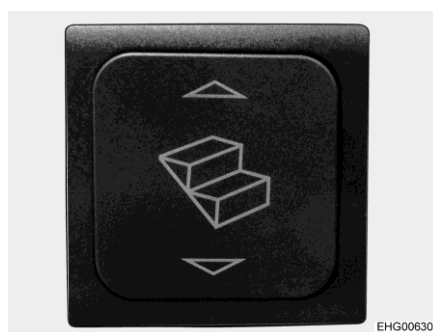

Fig. 1 Commutateur de commande du marchepied
- Appuyer sur le commutateur à bascule (Fig. 1) vers le bas jusqu'à ce que le marchepied soit entièrement sorti.
- Appuyer sur le commutateur à bascule (Fig. 1) vers le haut jusqu'à ce que le marchepied soit entièrement ressorti.